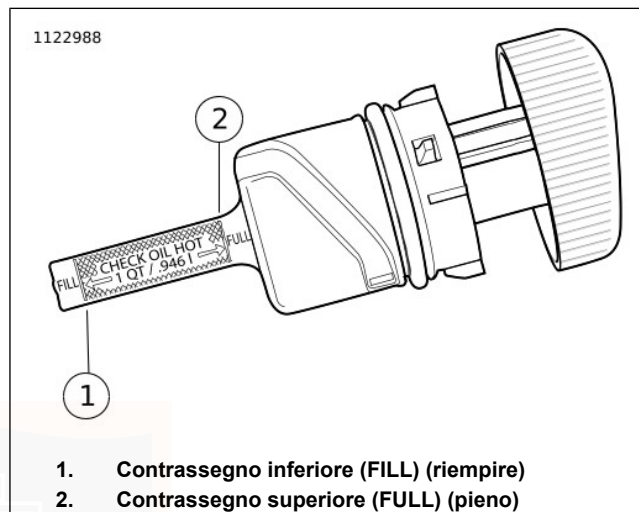

Figura 40. Astina di livello
5. Vedere Figura 40. Rimuovere il tappo del rifornimento. Verificare il livello dell'olio motore.